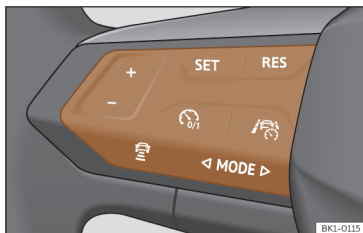

Fig. 129 No volante multifunções: botões para utilizar o ACC.
- Pressione o botão  do volante multifunções >>> **Fig. 129**.
- Para começar a regulação pressione o botão **SET** >>> **Fig. 129**.
Para programar a velocidade pressione os botões + ou - >>> **Fig. 129** até à velocidade pretendida. O ajuste de velocidade realiza-se em intervalos de 10 km/h (5 mph).
- Pressionar o botão  e, em seguida, o botão + ou - >>> **Fig. 129**.
- Pressione brevemente o botão  >>> **Fig. 129** ou pressione o pedal do travão.